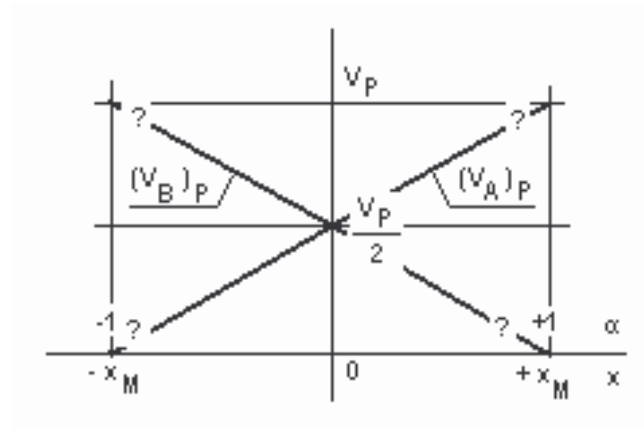

Figura 3 – Característica ideal do LVDT.
Utilizando-se o modelo acima, o valor de pico V_P poderia ser previsto para $\alpha = +1$, posição máxima ($+x_M$), e para $\alpha = -1$, posição máxima inversa ($-x_M$)? Isto corresponderia a situações de máximo acoplamento do primário com um dado enrolamento e ao desacoplamento total com o outro, como mostra a Figura 3.
- 2) Fazer o ajuste de “zero” com o núcleo do LVDT na posição central: com $V_A(t) = V_B(t)$, lidas com osciloscópio, anotar o valor de deslocamento d_0 do micrômetro, e atuar no trimpot (R_3 - R_4) até que a tensão de saída V_O do transdutor seja igual a 0,00 V. Escrever uma expressão matemática relacionando a escala “x” de deslocamento com o valor de leitura “d” do micrômetro. Calcular o valor V_P mostrado na Figura 3 e verificar se a frequência das tensões no LVDT está dentro das especificações do LD200 e do chip AD598?